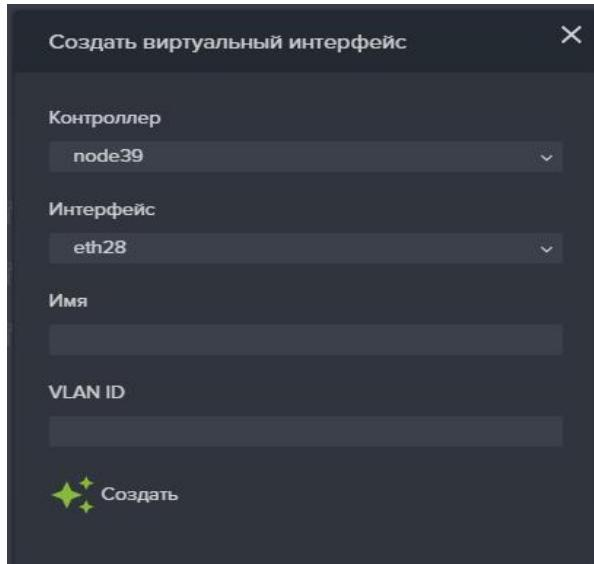

Рисунок 23. Окно создания виртуального интерфейса
2. Нажмите на кнопку «Создать виртуальный интерфейс», откроется одноименное окно (см. Рисунок 23);